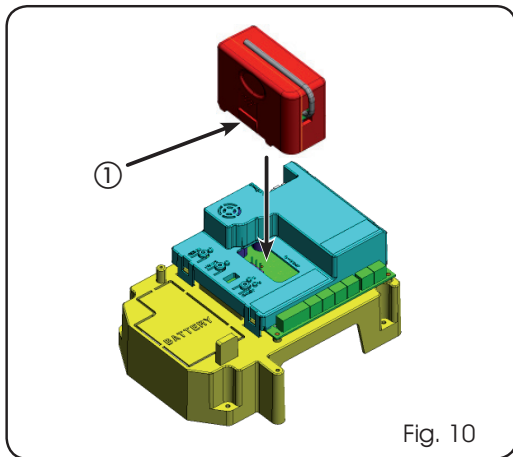

Fig. 10
El equipo electrónico está provisto de un sistema de descodificación (DS, SLH, LC) bi-canal integrado llamado OMNIDEC. Este sistema permite memorizar, mediante un módulo receptor adicional (Fig. 10 ref. ①) y radiomandos de la misma frecuencia, tanto la apertura total (OPEN A) como la apertura parcial (OPEN B) de la automatización.